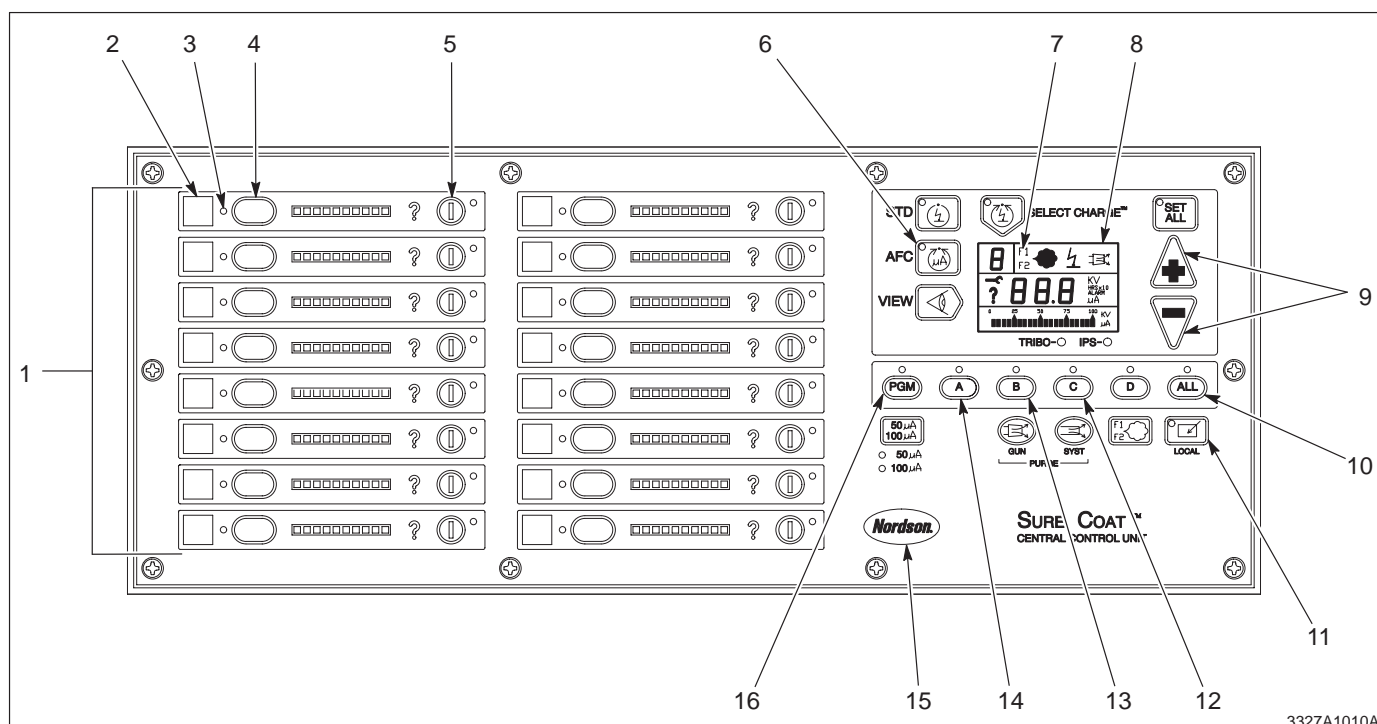

Fig. A 4-1 Configuración del controlador central
OBSERVACION: Asegure que el controlador central está en el modo Local antes de realizar los procedimientos de configuración. Ver la Figura A 4-1. Si el LED del botón LOCAL (11) está encendido, el controlador están en modo Local. Si el LED está apagado, pulse la tecla LOCAL.
1. Ver la Figura A 4-1. Pulse el botón Nordson (15).
2. Cuando aparezcan tres guiones en la pantalla (8), pulse la tecla PGM (16). Seleccione los valores de configuración en la pantalla y LEDs parpadeando en las teclas correspondientes a las opciones de configuración.
Ver la Figura A 4-1. Los paneles de pistola (1) del controlador central están configurados de una de las siguientes formas:
2. Ver la Figura A 4-1. Pulse la tecla B (13). CHOOSE FLO (selección) se mueve por la pantalla (8), luego aparece 0, 1 o 2.
3. Vea la Tabla A 4-3. Utilice las teclas arriba/abajo (9) para seleccionar el ajuste apropiado. El número en la pantalla y la apariencia del icono F1/F2 (7) indican el tipo de neumática actual.
2. Ver la Figura A 4-1. Pulse la tecla C (12). SOF SPRAY SECONDS (tiempo de inicio suave) se mueve por la pantalla, y aparece el ajuste de fábrica 3 aparece en pantalla (8).
3. Utilice las teclas arriba/abajo (9) para ajustar el número de segundos que desea permanezca el aire de atomización tras cerrar el aire de flujo.
2. Ver la Figura A 4-1. Pulse la tecla AFC (6). SELEC CHARGE AFC (AFC selección de carga) aparece por pantalla (8), luego se visualiza 0 o 1.
3. Utilice las teclas arriba/abajo (9) para seleccionar uno de los ajustes siguientes.
2. Ver la Figura A 4-1. Pulse la tecla ALL (10). DENY CHANGE (cambio denegado) aparece por pantalla (8), luego se visualiza 0 o 1.